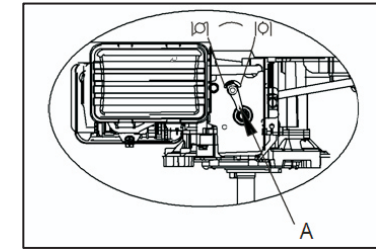

Fig. 2B A. Control del acelerador
c) Mueva el control del acelerador a la posición del estrangulador  (Fig. 2B).